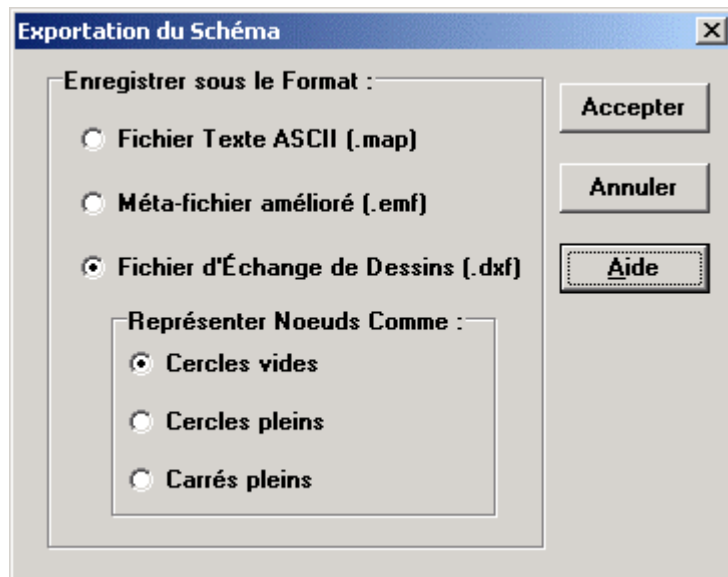

Figure 11.2 Boîte de Dialogue d'Exportation du Schéma
2. Sélectionnez le format sous lequel vous voulez enregistrer le schéma dans la boîte de dialogue Exportation du Schéma (voir la Figure 11.2).